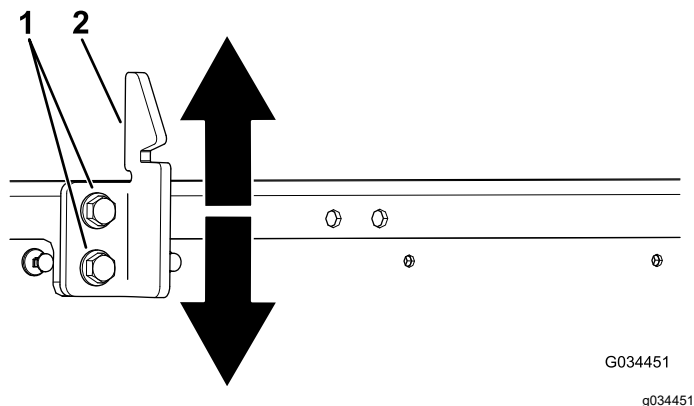

Figura 53
3. Allentate i 2 bulloni sul gancio di chiusura del pianale e spostate il gancio su o giù, a seconda se è troppo alto o troppo basso (Figura 53).
4. Serrate i 2 bulloni sul gancio di chiusura del pianale (Figura 53).